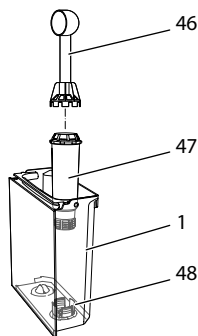

Fig. 25: Skru inn og ut vannfilteret
- Fjern vannfilteret når apparatet oppfordrer til det (se Fig. 25, side 261).